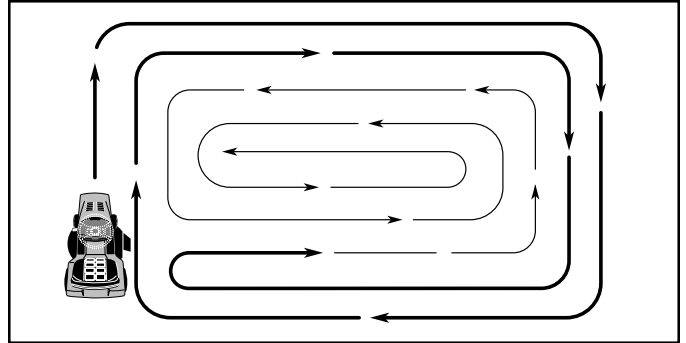

FIG. 10
- Pour tondre une grande surface, on vous conseille de commencer par tourner à droite, de façon à ce que l'herbe ne soit pas déversée sur les arbustes, les clôtures, les allées, etc. Après un ou deux tours, tondez en sens inverse en tournant à gauche jusqu'à ce que le travail soit achevé (Voyez la Fig. 10).